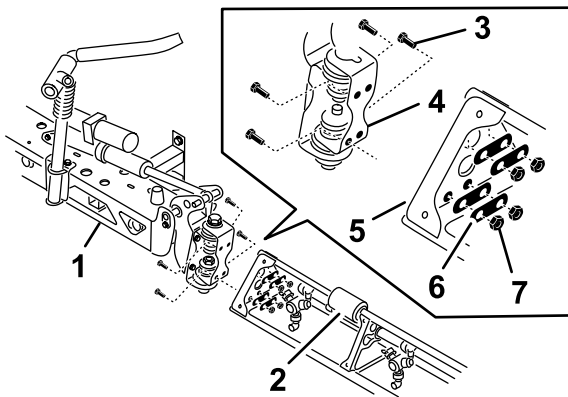

Figure 30
2. Faites pivoter chaque support d'articulation au bout de la section de rampe centrale de façon à aligner les supports sur le plan vertical (Figure 30).
4. Fixez le support d'articulation à la plaque triangulaire au moyen des 4 boulons à embase, 4 plaques d'appui et 4 contre-écrous à embase que vous avez retirés à l'opération 1, comme montré à la Figure 30.
6. Placez la tige du vérin de levage de la rampe en face des trous dans la fourche du support d'articulation (Figure 30).
7. Fixez la tige à la fourche du support d'articulation au moyen d'un axe de chape et d'une goupille fendue (Figure 30).